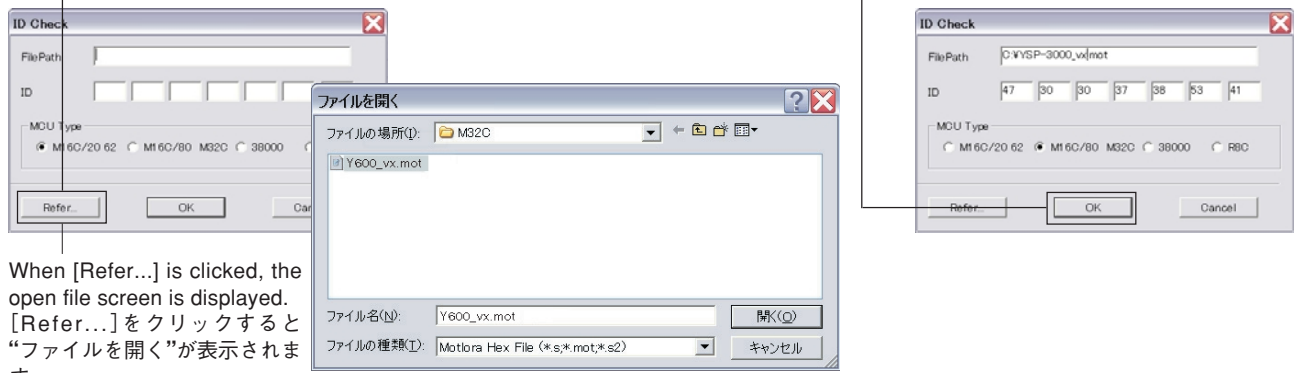

Fig. 3
6. Click [Refer...], and select the firmware name. (Fig. 3)
* The ID code and MCU type are loaded when the file is selected. (Fig. 3)
Click [OK]. (Fig. 3)
6. [Refer...]をクリックし、書き込むファームウェアを選択します。(Fig. 3)
※ ID、およびMCU Typeは書き込みファイル選択時、自動的に取り込まれます。(Fig. 3)
[OK]をクリックします。(Fig. 3)